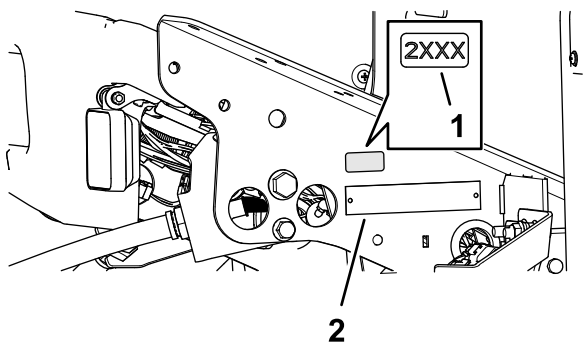

Figura 39
1. Utilize álcool e um pano limpo para limpar a área do suporte do piso junto à placa do número de série, e deixe secar o suporte (Figura 39